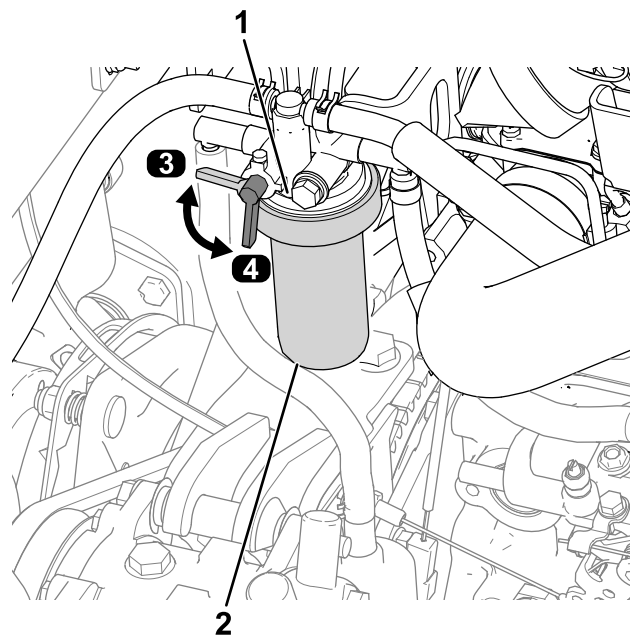

Figure 59
- Nettoyez la surface autour de la tête du filtre à carburant (Figure 59).
- Déposez le filtre et nettoyez la surface de montage de la tête du filtre (Figure 59).
- Tournez le levier du robinet d'arrivée de carburant à la position OUVÈTE (Figure 59).
- Tournez le levier du robinet d'arrivée de carburant à la position FERMÉE (Figure 59).